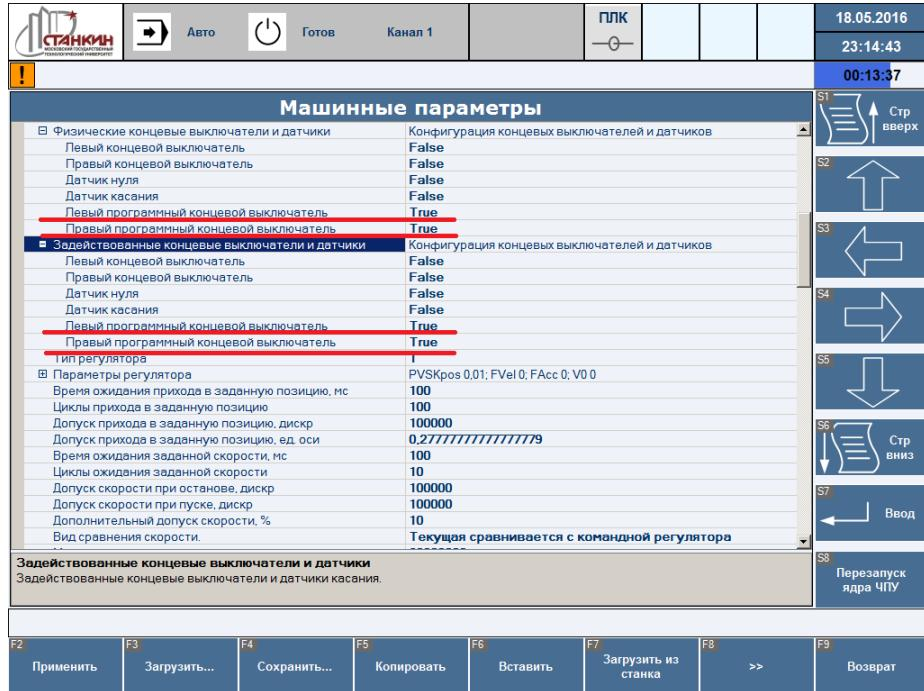

Рисунок 13 – Активация программных концевых выключателей
- Должны быть активированы (задействованы) программные концевые выключатели для каждой оси. Для этого параметры «Левый программный концевой выключатель» и «Правый программный концевой выключатель» в группах «Приводы – Параметры привода <номер привода> – Физические концевые выключатели и датчики» и «Приводы – Параметры привода <номер привода> – Задействованные концевые выключатели и датчики» должны быть установлены в **True** (Рисунок 13):